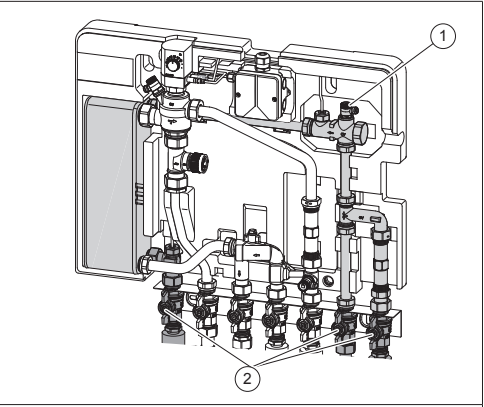

Abb. 3: Demontage /Montage Volumenstromsensor
- Schließen Sie die markierten 3 Kugelhähne (siehe Abb. 3 (2)) der Kugelhahnanschlussteile.
(1)	Entlüftungsventil (im Gehäuse des Volumenstromsensors)
(2)	Kugelhähne
- Öffnen Sie das Entlüftungsventil (siehe Abb. 3 (1)) am Volumenstromsensor, um die Leitung drucklos zu machen.